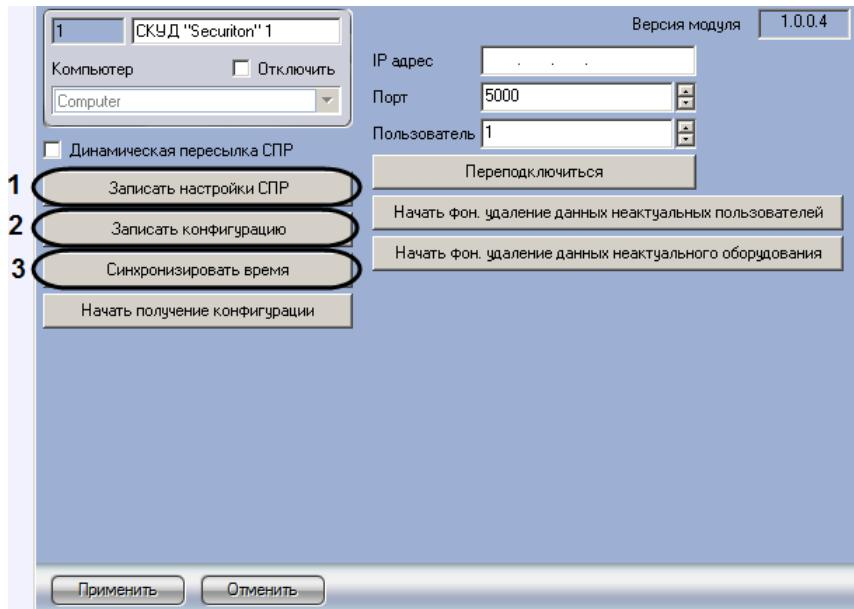

Рис. 3.5—1 Пересылка конфигурации в Site-контроллер Securiton
1. Перейти на панель настроек объекта **СКУД "Securiton"** (Рис. 3.5—1).
2. Для записи в контроллер конфигурации модуля *Служба пропускного режима* нажать на кнопку **Записать настройки СПР** (см. Рис. 3.5—1, 1). При этом в контроллер будут переданы пользователи, уровни доступа, временные зоны и праздники.
3. Для записи в контроллер конфигурации оборудования нажать на кнопку **Записать конфигурацию** (см. Рис. 3.5—1, 2).
- Для пересылки в контроллер времени Сервера нажать на кнопку **Синхронизировать время** (см. Рис. 3.5—1, 3).